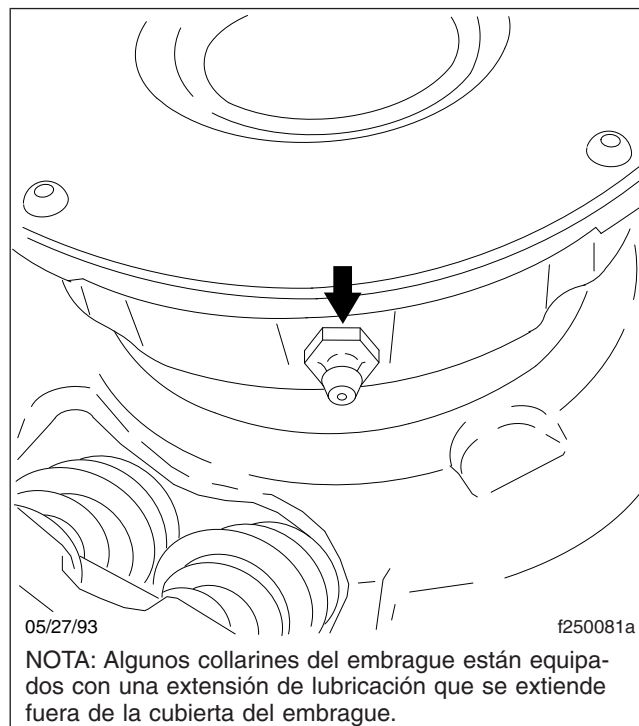

Figura 1, Válvula de engrase del collarín
3. Quite la suciedad de la válvula de engrase. Vea la Figura 1. Utilice una pistola de engrase de baja presión equipada con la grasa recomendada, y lubrique el collarín hasta que salga el exceso de grasa por la parte trasera del collarín (hacia la transmisión).